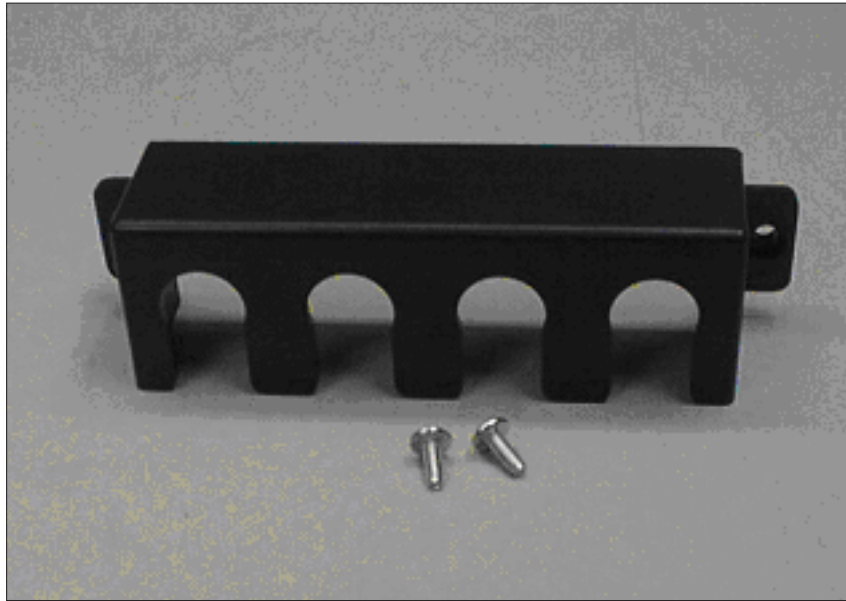

Figura 18. Hardware de Suporte de Retenção de Cabos de Energia do 2145 UPS-1U
2. Remova o suporte e os dois parafusos (mostrados na Figura 18 na página 24) do pacote.